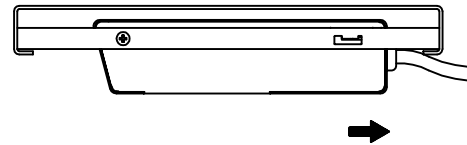

FIGURE 4
- MOVE FIXTURE BACK SO THAT BACK OF SPRING BRACKET IS RESTING ON BACK LEDGE OF SHELF. (SEE FIGURE 4)